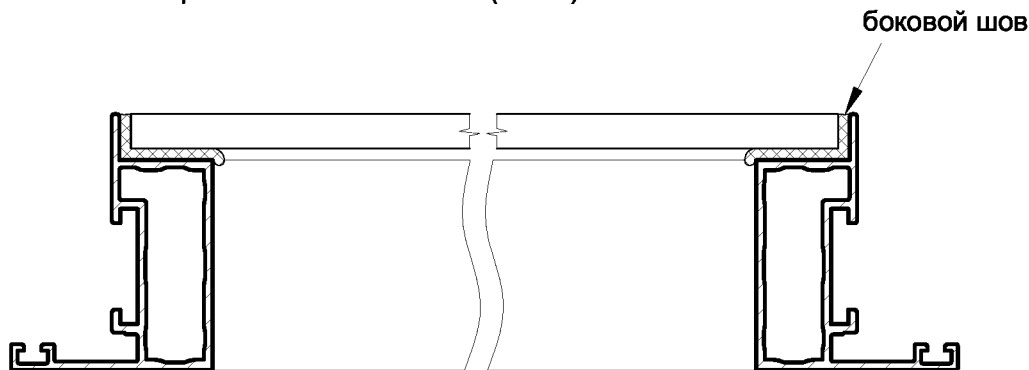

Рис.3
3. Излишки герметика будут выдавлены сверху и снизу из под стекла . Запрещается приподнимать створку для удаления герметика снизу стекла ! Герметик, выдавленный сверху стекла, вытереть чистой ветошью . Замазать пропуски в боковом шве . При необходимости дополнительно нанести герметик в боковой шов . (Рис.3).